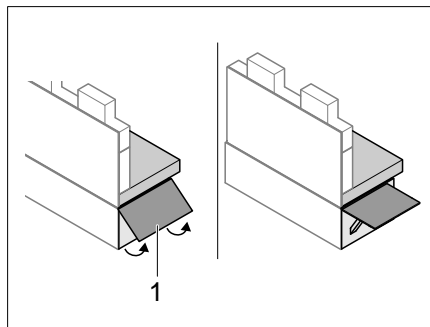

Bild 144 Sitzbankverlängerung herausklappen
- Sitzbankverlängerung (Bild 144,1) nach oben klappen.
- Entriegelungslasche einschieben und Sitzbankverlängerung (Bild 144,1) einklappen.